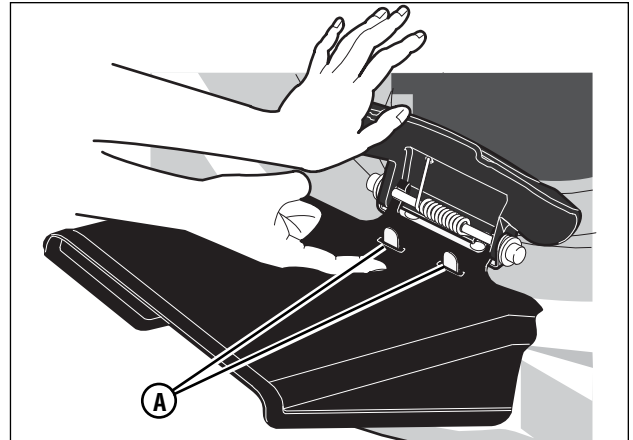

Figura 9: Lengüetas de enganche del deflector de descarga lateral
3. Baje el deflector lateral. Verifique que la lengüeta de enganche (**A, Figura 9**) atraviesa la ranura en el deflector lateral.